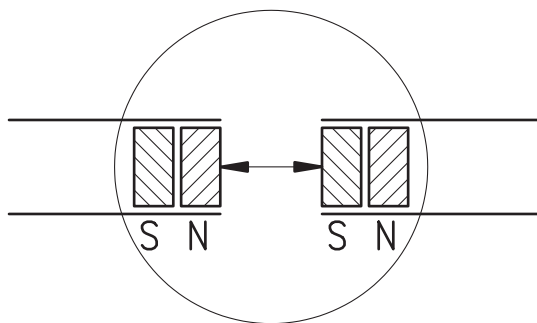

Abb. 12: Ermittlung der Polarität. Ansetzen des Magnetbandes
- Vor dem Ansetzen die Polarität überprüfen. Die beiden Enden müssen sich anziehen (ggfs. Kompaßsnadel benutzen). Falls gleiche Polarität, ein Band um einen halben Polabstand kürzen (Abb. 12).